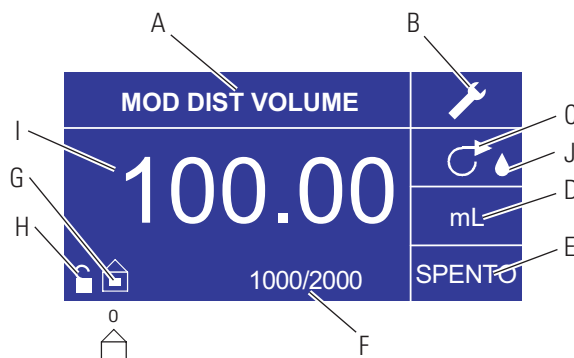

Figura 3-10. Schermata Modalità Distribuzione volume
6. **Impostazione dell'Ora di ARRESTO della pompa:** usare i tasti direzionali e il tasto INVIO per selezionare ARRESTO sullo schermo (posizione E nella Figura 3-10) per immettere l'ORA DI ARRESTO. Usare i tasti direzionali e il tasto INVIO per impostare il tempo di pausa della pompa. Viene evidenziato il timer al centro dello schermo, usare le frecce SU/GIÙ per aumentare/diminuire l'ultimo numero a destra dell'intervallo di tempo. Se si preme INVIO una seconda volta mentre il timer è evidenziato, è possibile navigare fra i numeri individualmente usando le frecce SU/GIÙ; passare da un numero all'altro, usando le frecce SINISTRA/DESTRA. Dopo aver selezionato un'ora di ARRESTO ottimale, premere nuovamente INVIO per confermare. L'azionamento rimarrà disattivato per il periodo visualizzato al centro dello schermo. **NOTA:** se il tempo di ARRESTO è impostato su 00:00:00, l'azionamento richiede un'**immissione** AVVIO/ARRESTO mediante il tastierino o il connettore I/O remoto per avviare la distribuzione successiva.
7. **Impostazione della Dimensione lotto:** usare i tasti direzionali e il tasto INVIO per selezionare l'icona Conta del lotto dalla schermata d'uso (posizione F nella Figura 3-10). Dalla schermata Conta del lotto, usare le frecce SU/GIÙ per selezionare la dimensione del lotto. Premere INVIO per confermare la dimensione del lotto. Se impostata su zero (0), l'azionamento rimane in funzione per un numero di cicli infinito e visualizza il simbolo ∞ . Selezionare USCITA per ritornare alla schermata d'uso dell'azionamento.
9. **Riazzero della Conta del lotto:** Usare i tasti direzionali e il tasto INVIO per selezionare l'icona CONTA DEL LOTTO (posizione F nella Figura 3-10). Nella schermata CONTA DEL LOTTO, selezionare REIMPOSTA e premere il tasto INVIO per riazzero la conta del lotto. Selezionare USCITA per ritornare alla schermata USO DELLA MODALITÀ COPIA.